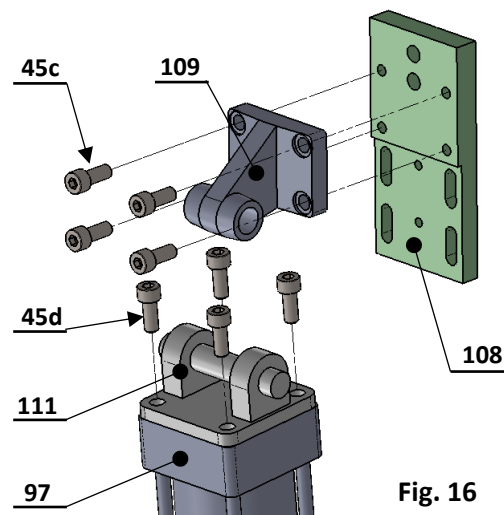

Fig. 16
- les trous taraudés M10 qui permettent de fixer la nouvelle chape arrière d'angle (sur la partie haute de la platine comme indiqué sur la fig.16 de la page 18) ;